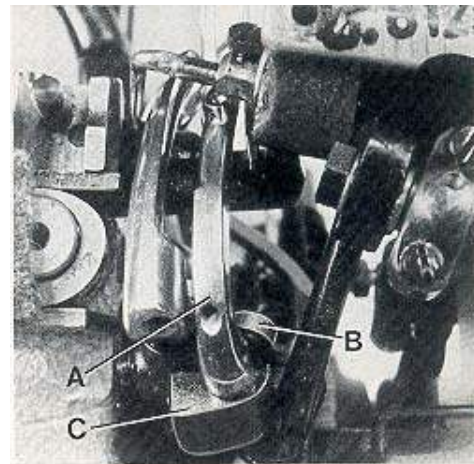

Fig.12
Insert the double locked stitch looper (A, Fig. 12) and tighten it with screw (B) on the flat of its neck so that it passes as close as possible behind the left needle without touching it. Now tighten set screw (C).
Inserte el looper para doble puntada de seguridad (A, Fig. 12) y asegúrelo con los tornillos (B) en la parte plana de su cuello, de manera que pase tan cerca como sea posible por detrás de la aguja izquierda pero sin tocarla. Apriete el tornillo (C).